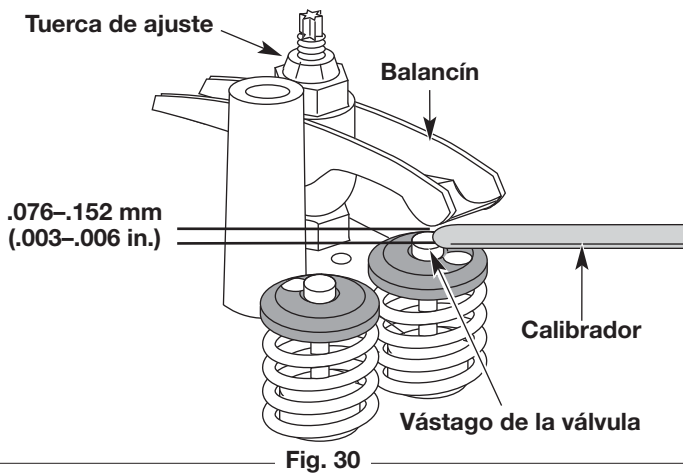

Fig. 30
- Gire la tuerca de ajuste con una llave de 8 mm (5/16 pulgadas) o una guía de tuercas (Fig. 30).